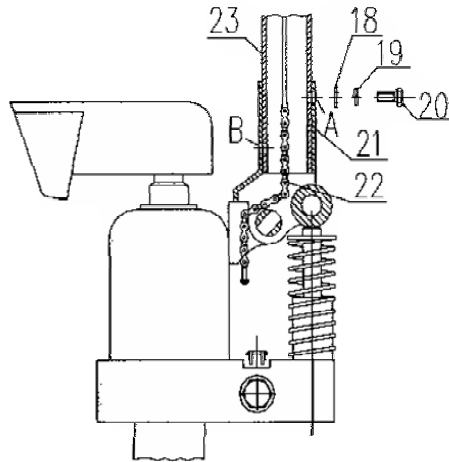

Figura 5
3.3.1.Vezi figura 5.La început se ia manerul (nr. 23) și se introduce în cadrul de fixare (nr. 21). Lasăți apoi lanțul (nr. 22) să atarne liber prin afara axului metalic (nr. 24).
3.3.2. Puneti saiba plata (nr. 18) si cea elastica (nr. 19) pe suruburile cu cap hexagonal (nr. 20). Folositi o chei fixa pentru a prinde suruburile in orificiile A si B si strangeti-le ferm pentru a fixa manerul (nr. 23) in cadrul de prindere (nr. 21). Vezi figura 5.